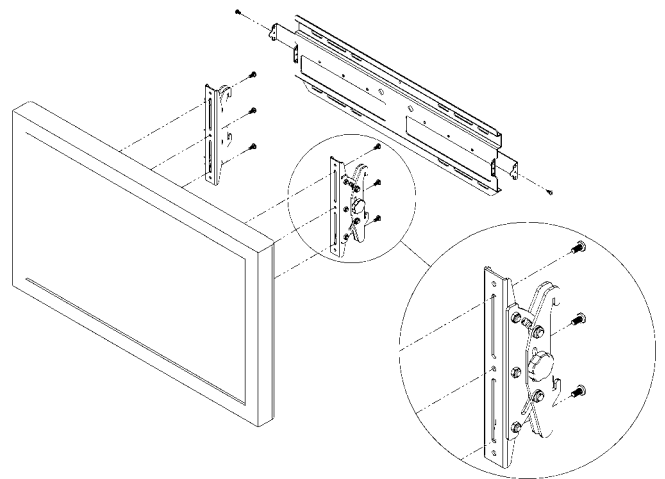

Abbildung 2. Halterungen am Display anbringen
1. Die Adapterhalterungen (20 und 30) an der Rückseite des Displays ansetzen und die Bohrungen mit den Befestigungseinsätzen ausrichten. Siehe Abbildung 2.
2. Die linke und rechte Adapterhalterung-Baugruppe (20 und 30) mit den Schrauben (40) am Display befestigen.